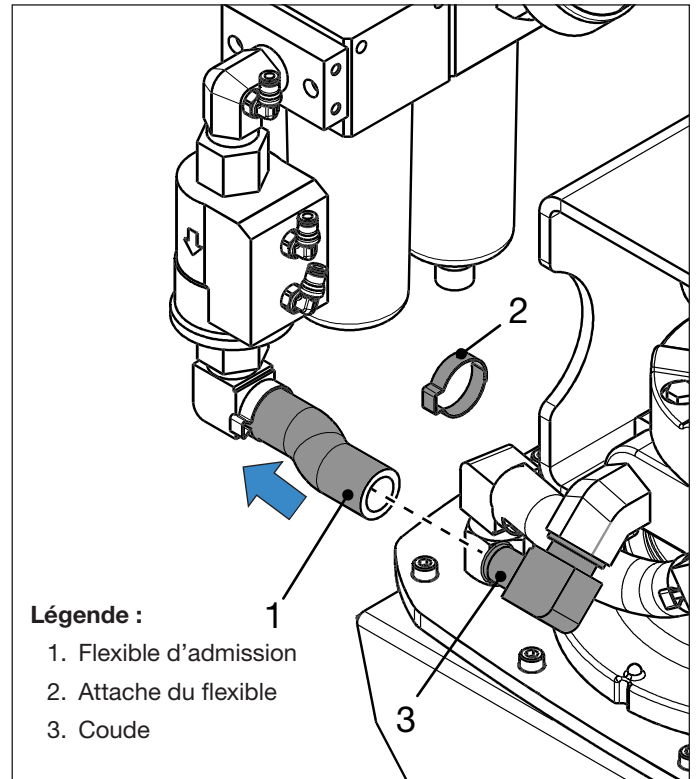

Figure 15 : Flexible d'admission du moteur pneumatique
6. Retirez l'attache du flexible et le flexible d'admission du coude au niveau de l'orifice d'admission du moteur pneumatique. Reportez-vous à la Figure 15.
20. Placez le filtre/régulateur/lubrificateur à l'intérieur du cadre de protection. Fixez le flexible d'admission du moteur pneumatique sur le coude de l'orifice d'admission du moteur pneumatique. Utilisez une attache de flexible neuve pour la fixation. Reportez-vous à la Figure 15.